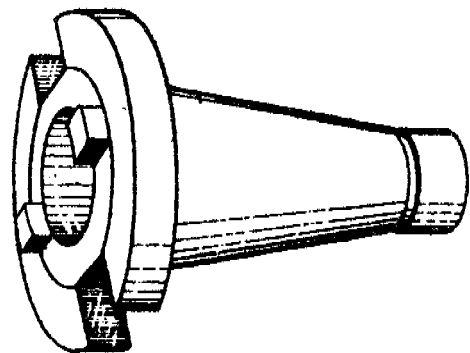

Figura 7
**PARA FRESAS CON ESPIGA***Con espiga cónica ( Figura 7 )*